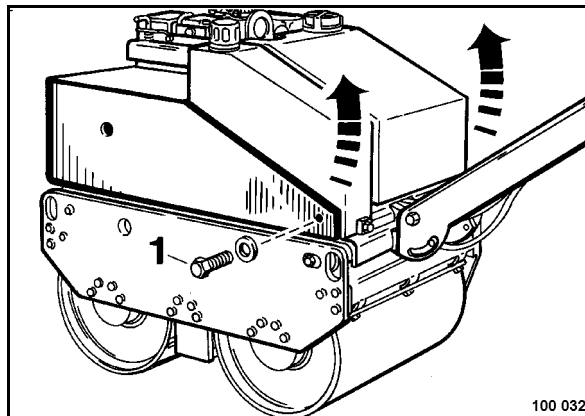

Fig. 52
- Para esto hay que soltar los dos tornillos hexagonales (1) (Fig. 52) en la derecha e izquierda.